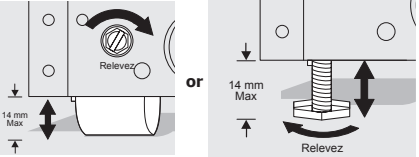

Figure 2
- Utilisez un tournevis à lame plate ou une clé à douille de 3/8 po pour lever ou abaisser les roulettes avant (Figure 2). Ne pas soulever le cabinet plus de 9/16".